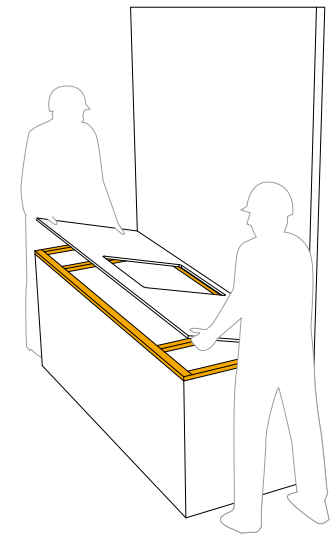

Abb.3
- Die Arbeitsplatte zum Auflegen von außen nach innen gleiten lassen (Abb. 3).